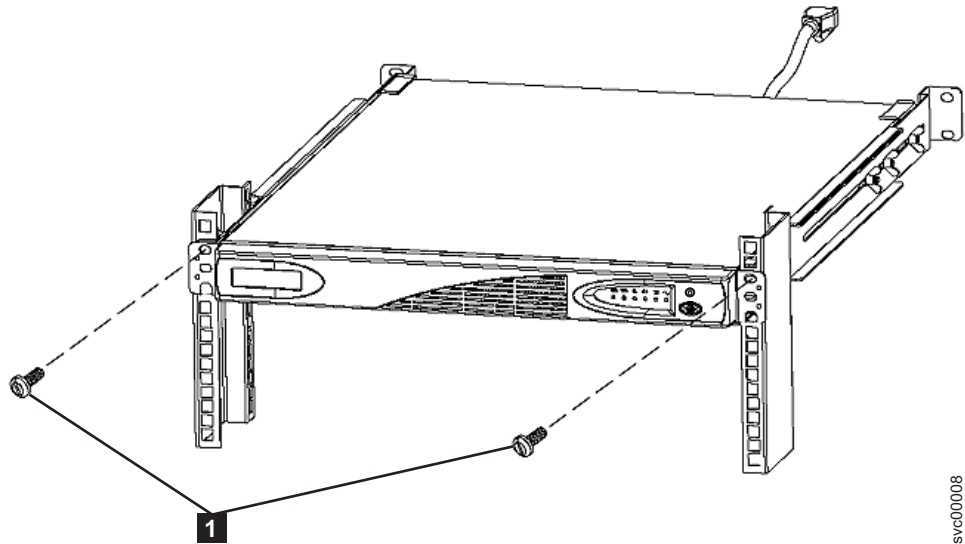

図 206. 2145-1U 無停電電源装置のマウントねじ
4. 2145 UPS-1U の前面で、2 つの取り付けねじ（図 206 の **1**）をインストールします。